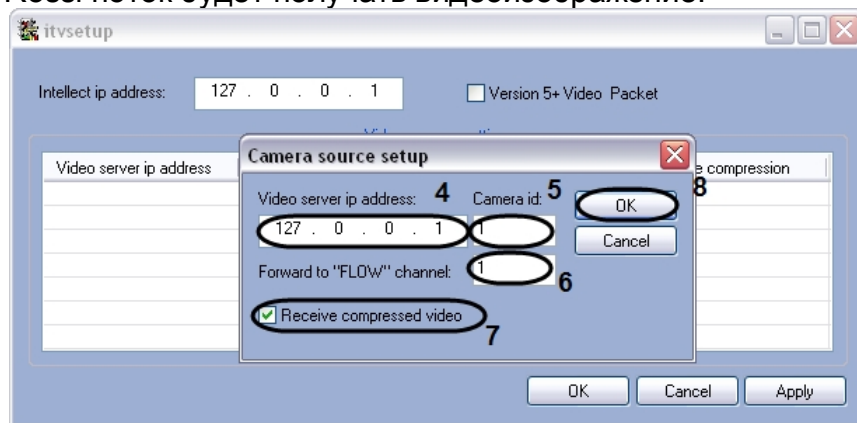

Рис. 42. Окно «Camera source setup»
*Примечание. Флажок «Version 5+ Video Packet» требуется устанавливать только в том случае, если используется программный комплекс Rossi «Поток» версии 5.8.2 (см. Рис. 42).*
После проделанной операции на экране отобразится окно «Camera source setup» (см. Рис. 42).